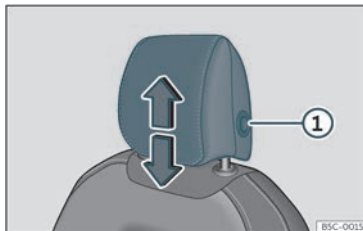
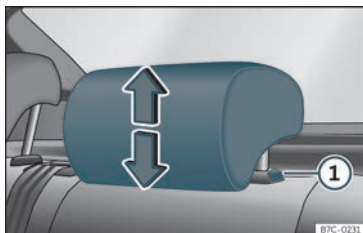

Fig. 97 Banco dianteiro: ajuste do encosto de cabeça.
Fig. 98 Encosto de cabeça traseiro: ajuste do encosto de cabeça.
proceda da mesma forma, pressionando o botão lateral ①»» Fig. 97 »» Fig. 98.
- Pressione o botão lateral»» Fig. 97 ① e retire o encosto de cabeça.